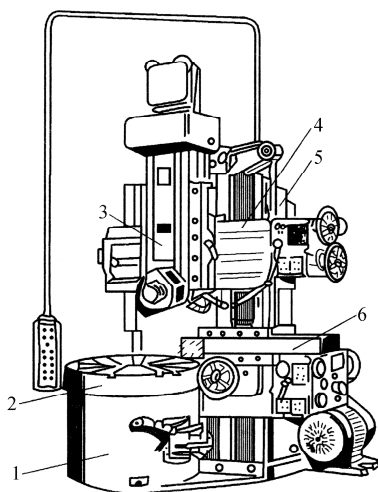

图 1-2 立式车床
(2)立式车床。立式车床的主轴垂直安置,工作台面处于水平位置,如图 1-2 所示。其主要用于加工径向尺寸较大、轴向尺寸较小的大型、重型盘套类、壳体类工件。